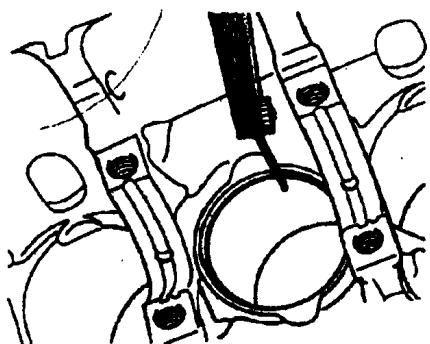

图 1-40
- (1) 开口错位 120°。
- (2) 用活塞环钳拆装。
- (3) “TOP” (向上) 标记朝向活塞顶部。
- (4) 检查开口间隙，如图 1-40 所示。将活塞环沿气缸垂直向下推至离气缸顶约 15mm 处，开口间隙如表 1-5 所示。